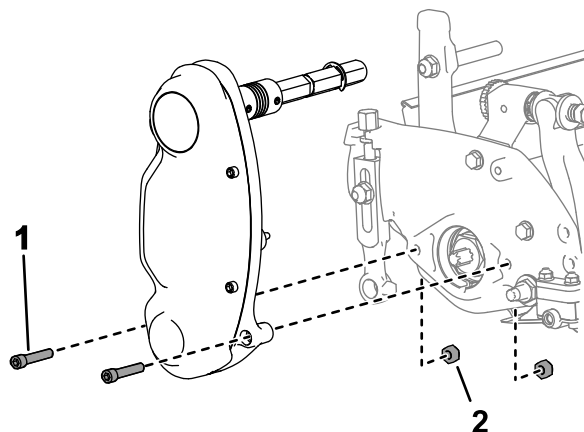

Figura 6
1. Rimuovete la bulloneria che fissa il gruppo di rotazione del cilindro alla piastra laterale (**Figura 6**).
2. Rimuovete i dadi dalla parte interna della piastra laterale (**Figura 6**).